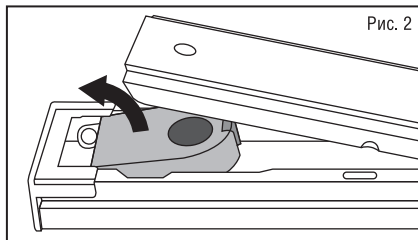

Рис. 2
- Вставьте ламподержатели в пазы (рис. 2).